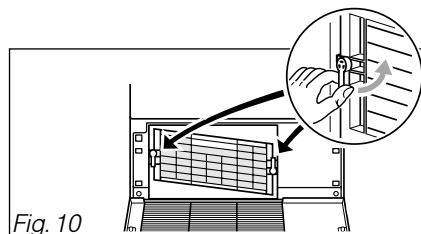

Fig. 10
– Déverrouillez le condenseur (Fig.10).